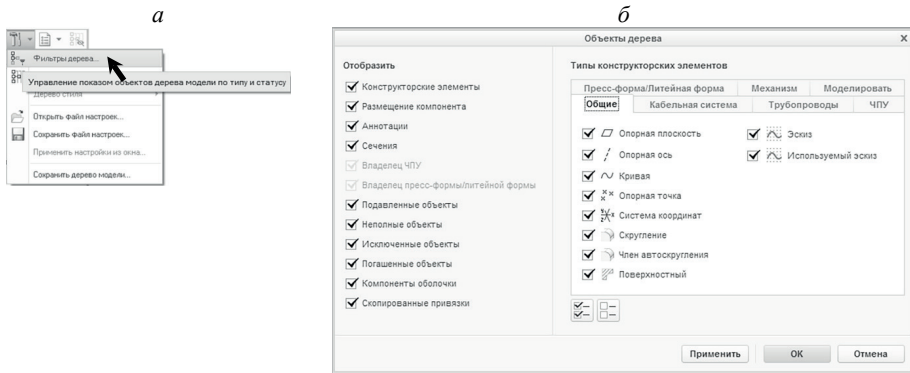

Рис. 1.28. Включение (а) и настройка фильтров (б) дерева модели
*Вид* на панели *Показать* (, , , ). Откройте фильтр дерева модели в кнопке **Настройки** в *Навигаторе* (рис. 1.28, а) и убедитесь, что
все опции находятся в режиме **Вкл** (рис. 1.28, б). Нажмите **ОК**, затем **Файл > Сохранить > ОК**.